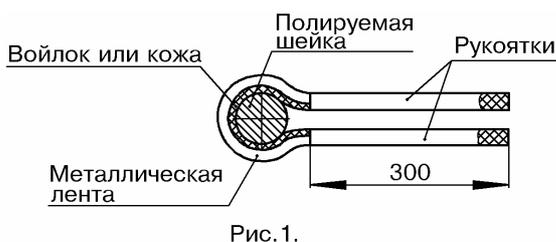

Рис.1.
- отполировать коренные шейки коленчатого вала (алмазная паста типа Ам 40/28 или шлифовальная лента и приспособление – самоизготовление, см. рис.1). Режим полирования: обороты коленчатого вала, c^{-1} (об/мин) – 1,03 (62);